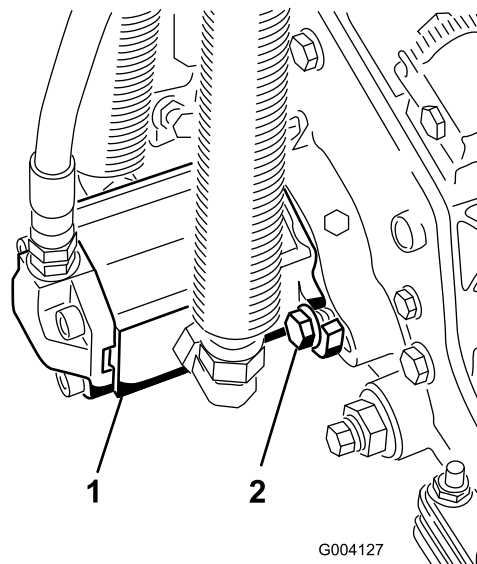

Figura 11
15. Instale el motor girándolo en el sentido de las agujas del reloj de modo que las bridas del motor no choquen con los tornillos de caperuza (Figura 11). Gire el motor en el sentido contrario a las agujas del reloj hasta que las bridas rodeen los tornillos de caperuza, luego apriete los tornillos de caperuza.